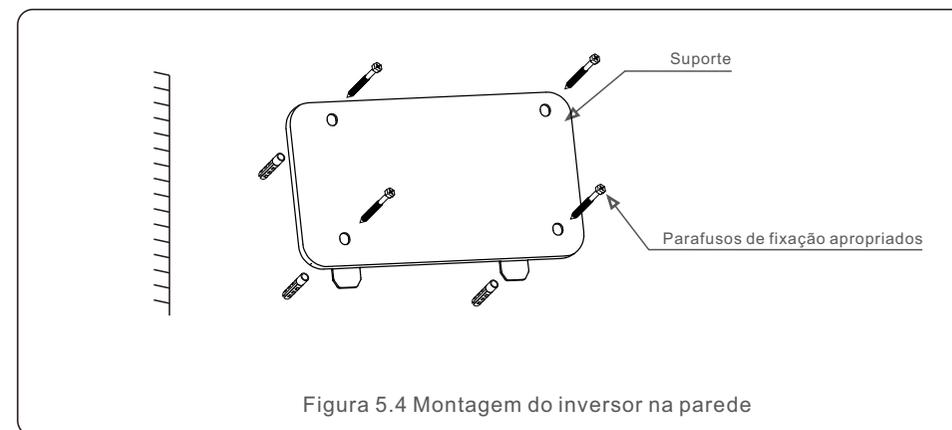
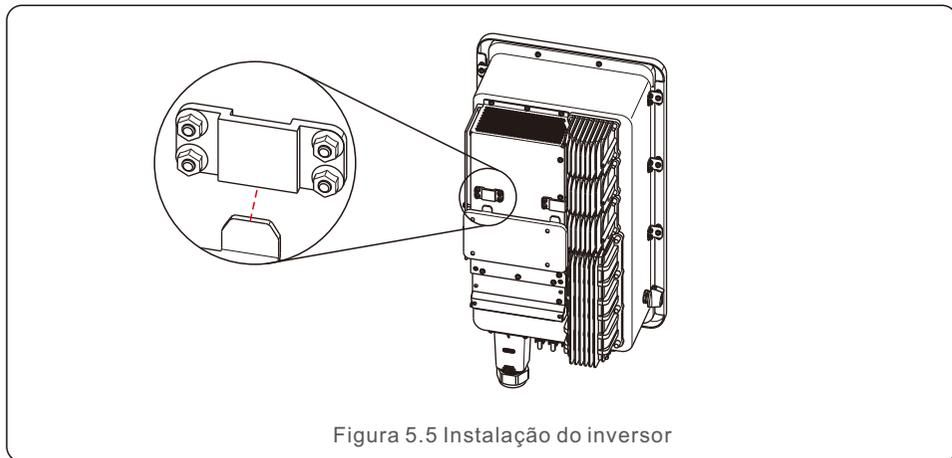

Figura 5.4 Montagem do inversor na parede
Figura 5.5 Instalação do inversor
Consulte a Figura 5.4 e a Figura 5.5. O inversor deve ser montado verticalmente. As etapas para montar o inversor estão listadas abaixo.
1. Consulte a Figura 5.4. Os furos para o parafuso de expansão baseiam-se no diâmetro do furo do suporte (M10*70). Use uma broca de 10 mm e faça o furo verticalmente na parede. Todos os furos devem ser perfurados a uma profundidade de 60mm.
2. Certifique-se de que o suporte esteja na horizontal e os furos de montagem (Figura 5.4) estejam marcados corretamente. Faça os furos na parede de acordo a marcação.